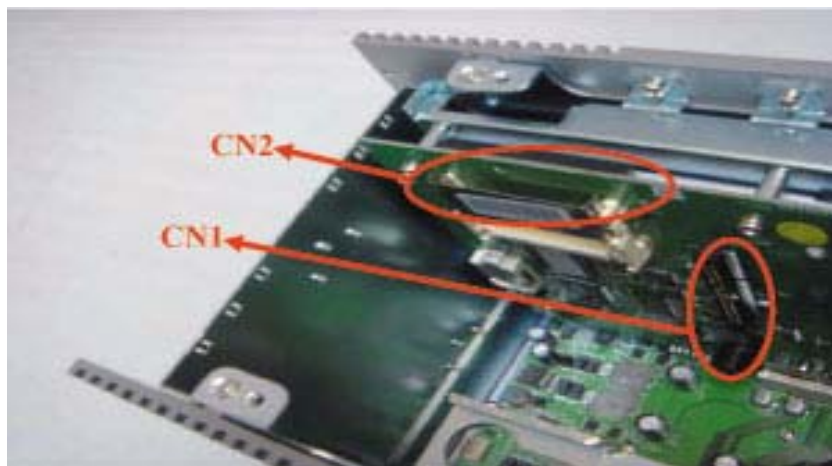

图 3.1： IDE 接口（CN1 和 CN2）
5. 将 IDE 扁平电缆连接至第一个（推荐，主板上的 CN1）或第二个（主板上的 CN2）IDE 接口，然后将接口的另一端连接至 HDD（如图 3.1 所示）。